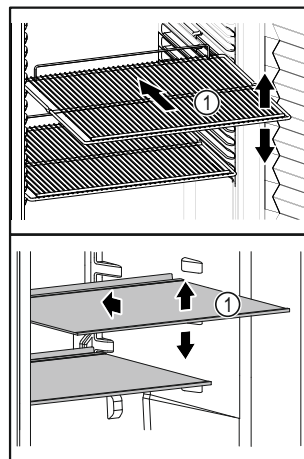

Fig. 30 Immagine a titolo di esempio
- ❑ Se i ripiani Fig. 30 (1) sono spostati, adattare i ripiani in base all'altezza.